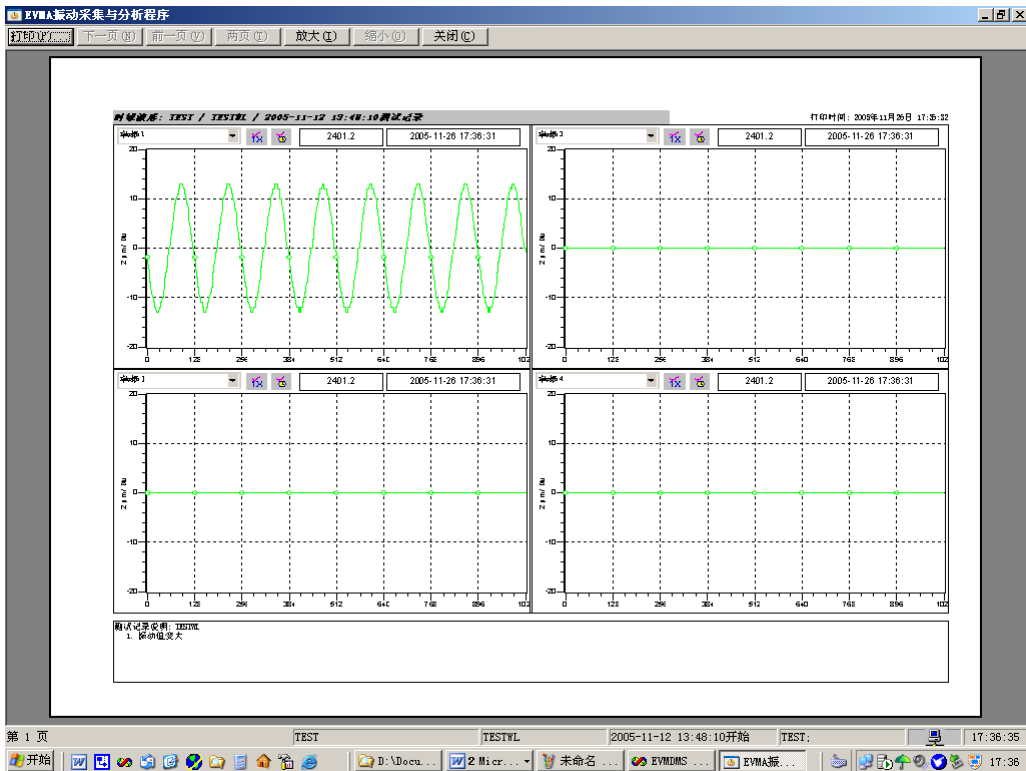

图 4.54 图表打印预览
- “系统”提供“打印预览”功能，可预览图表打印效果，如图 4.54 所示；